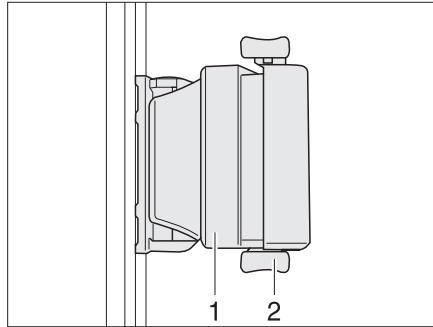

Bild 62 Schiebefenster mit Druckverriegelung
- Verriegelung (Bild 62,2) nach oben drücken.
- Griff (Bild 62,1) drücken und gleichzeitig nach vorn oder hinten schieben.